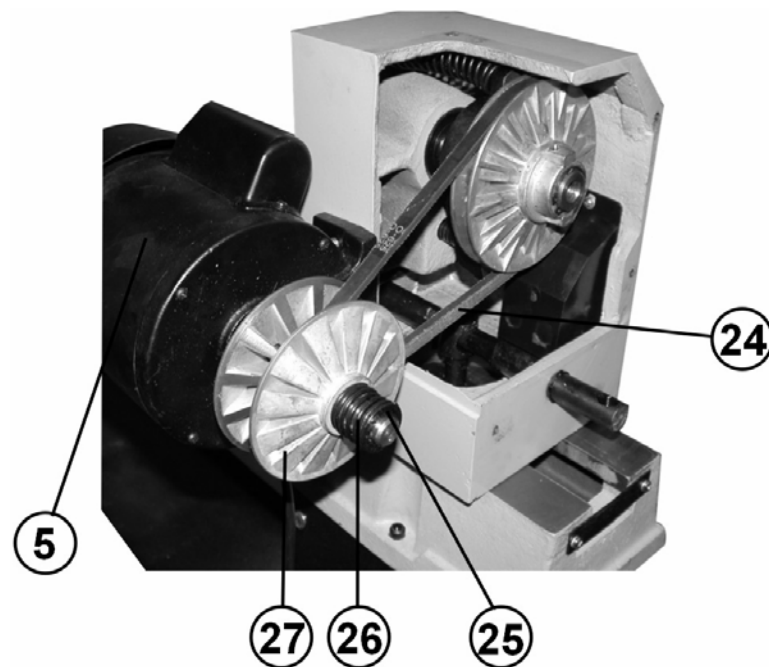

Рис. 16
10.4. Для замены приводного ремня (24) снимите кожух передней бабки, стопорное кольцо (25) пружину (26) и правый шкив (27) двигателя (5). Замените ремень (24) и установите детали в обратной последовательности, Рис. 16.